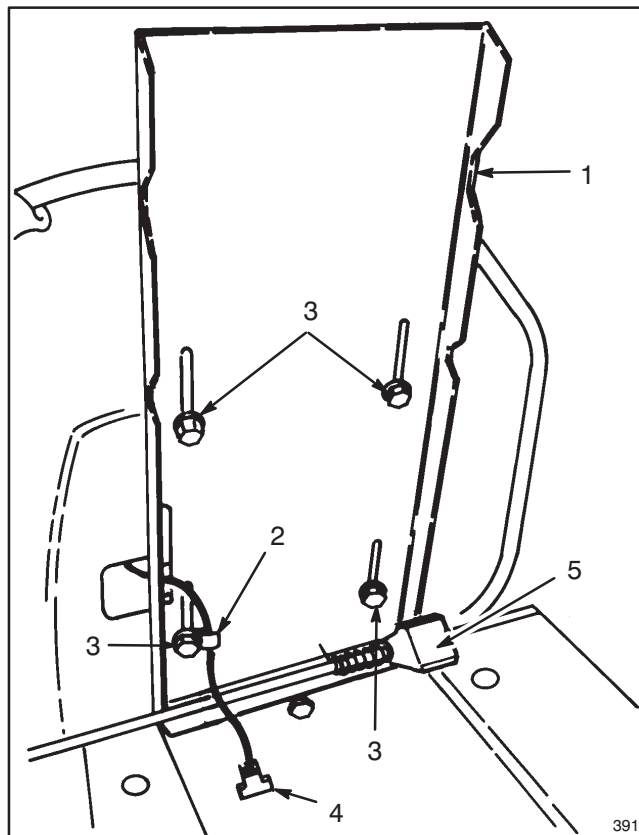

Figure 1
1. Placer le siège sur le socle, en faisant passer le câble de la commande du siège dans les fentes et en faisant correspondre les trous de montage (Fig. 1).
2. Glisser la pince du câble sur le câble de la commande du siège (Fig. 1).
3. Fixer légèrement la pince du câble au socle du siège et au siège à l'aide d'un boulon muni d'une rondelle de blocage inséré dans la fente avant gauche du socle du siège. (Fig. 1).
1. Basculer le siège vers l'avant pour accéder à la batterie. Bloquer le siège à l'aide du verrouillage pour éviter qu'il ne retombe pendant qu'on travaille à la batterie (Fig. 1).